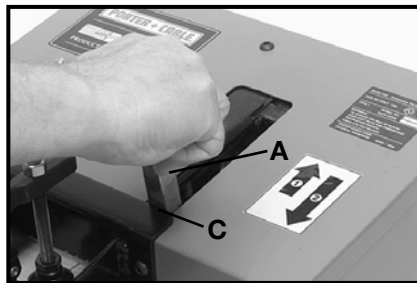

Fig. 22
6. Ramenez le levier vers l'arrière (dans le sens de la flèche No. 2) jusqu'à ce qu'il vienne en contact avec la butée arrière (C) Fig. 22.